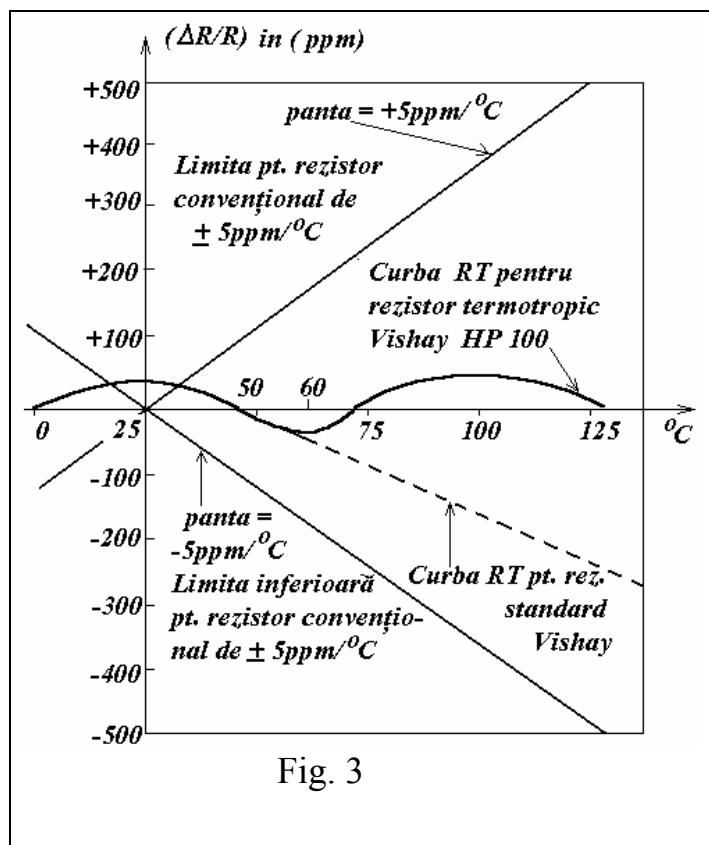

Fig. 3
5. Rezistorul termotropic este un rezistor realizat dintr-un complex de materiale care asigură proprietatea de autocorecție a stabilității termice. Modificarea temperaturii determină modificarea rezistenței față de valoarea dorită; în momentul când devierea valorii atinge o valoare limită, mecanismul de autocorecție determină inversarea sensului de variație (a semnelui coeficientului de temperatură) în vederea restabilirii valorii dorite. Deci modificarea în continuare a temperaturii, care la rezistoarele obișnuite determină variația rezistenței, va determina în cazul rezistorului termotropic activarea mecanismului de autocorecție a valorii rezistenței. În fig. 3 se prezintă comparativ graficul de variație al rezistenței cu temperatura pentru:
Încă din anul 1981 firma Vishay avea disponibile două tipuri de rezistoare termotropice, unul axat pe dreapta orizontală (ca în fig. 3) și altul cu panta de $\pm 1\text{ppm}/^\circ\text{C}$ (panta dreptei de referință putând fi executată la comanda utilizatorului). Neliniaritatea maximă, în toată gama de temperatură, este de 30ppm și este atinsă în vecinătatea temperaturilor 25°C , 60°C , 100°C .